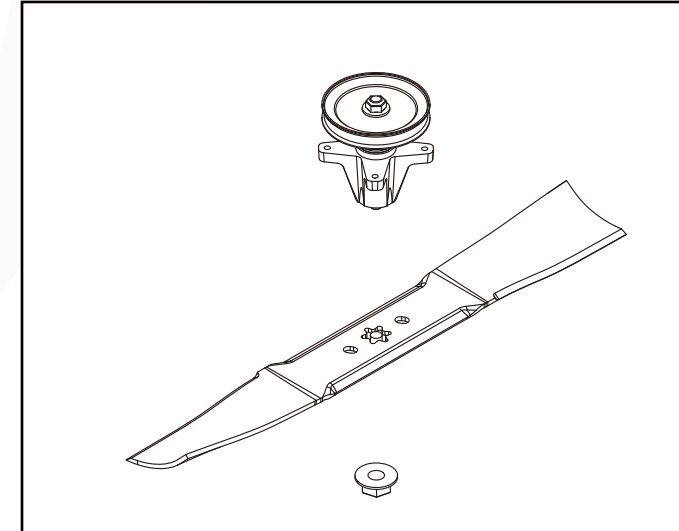

Fig. 28
5. Retire la tuerca de las cuchillas y luego las cuchillas. (Fig. 28)